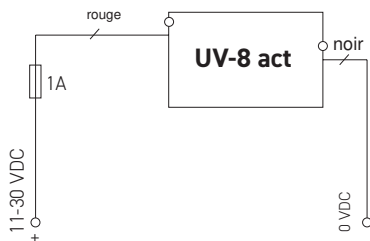

Figure 16 : Schéma de raccordement électrique de l'alimentation
4. Respectez toujours le schéma de raccordement électrique (alimentation électrique : *Figures 16, 17+18+19*). Veillez à une section de conducteur suffisamment dimensionnée des lignes d'alimentation.